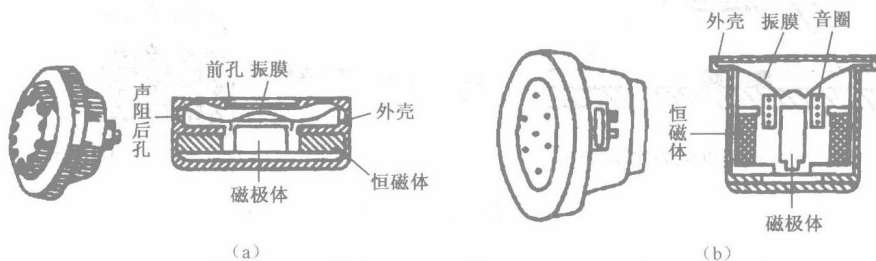

图 1-1-9 动圈式送话器结构图
动圈式送话器是电话机所用的各种送话器中综合评估性能最好，且最有发展前途的一种声电转换器件。它有以下几个优点：①动圈式送、受话器完全摆脱了频响和灵敏度受角度或位置的影响，频响曲线较光滑、平坦，音质好；②整个语音传输频带（300~3400Hz）内，基本为纯电阻性，几乎与频率无关；③振膜和音圈系统重量轻、坚固，能经受机械应力和声冲击，不怕振动，工作稳定可靠且寿命长。如图 1-1-9 所示为两种结构形式的动圈式送话器结构图。